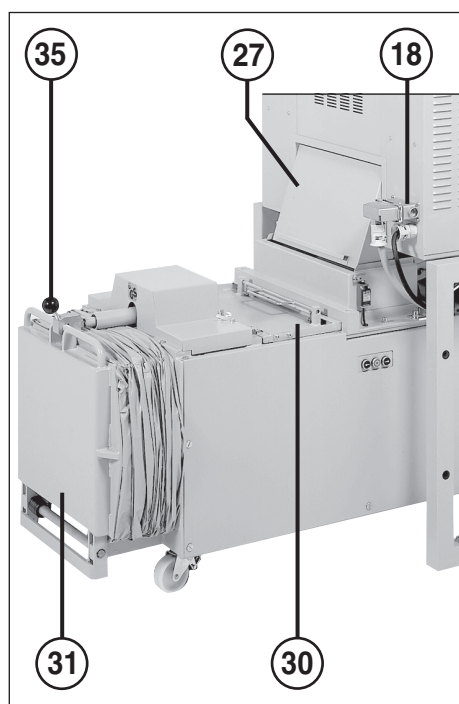

Fig. 2
Se la zona dietro il nastro di trasporto posteriore è piena di materiale tagliato in seguito ad un inceppamento nell'apertura di riempimento del comprimitore, l'impianto viene disinserito dalla porta di uscita sollevata (27) (fig. 2).